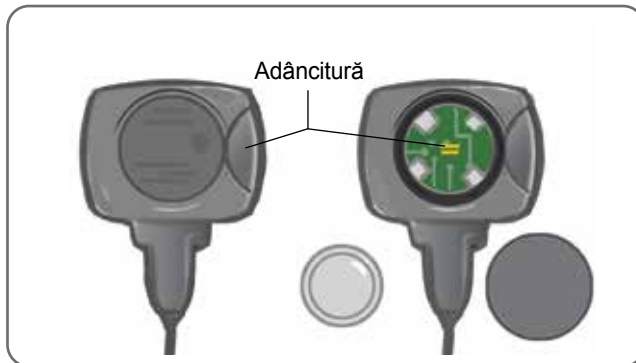

Figura 8-1: Înlocuirea bateriei senzorului pentru picior
1. Folosiți adâncitura de pe spatele senzorului pentru picior pentru a îndepărta capacul bateriei. Consultați Figura 8-1.